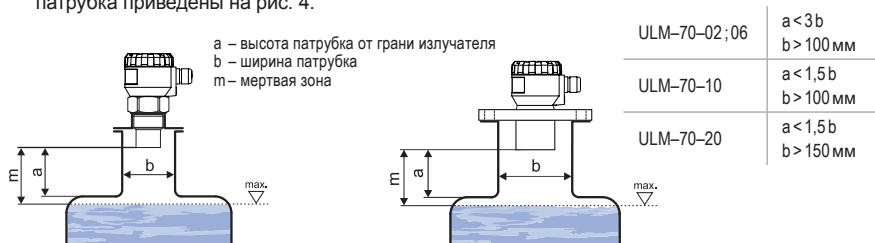

Рис. 4: Инсталляция измерителя уровня во входном патрубке
- Если максимальный уровень среды в резервуаре поднимается до мертвой зоны, необходимо установить измеритель уровня в более высокий входной патрубок. Этим способом можно заполнить резервуар практически до максимальной высоты. Внутренняя поверхность патрубка должна быть ровной и гладкой (без граней и сварных швов), внутренний край в месте, где ультразвуковая волна выходит из трубки, должен быть закруглен. Диаметр патрубка выбирать как можно больше, а высоту патрубка - как можно меньше. Рекомендуемые размеры входного патрубка приведены на рис. 4.